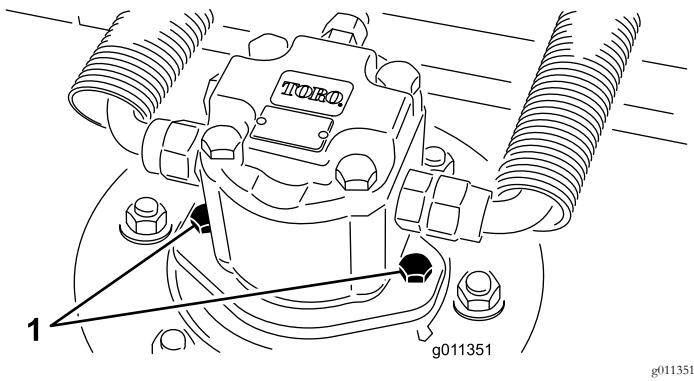

Figure 69
- Débranchez et déposez le moteur hydraulique du plateau de coupe (Figure 69). Couvrez le dessus de l'axe pour éviter toute contamination.
- Montez le moteur hydraulique sur le plateau de coupe (Figure 69). Vérifiez que le joint torique est en place et en bon état.